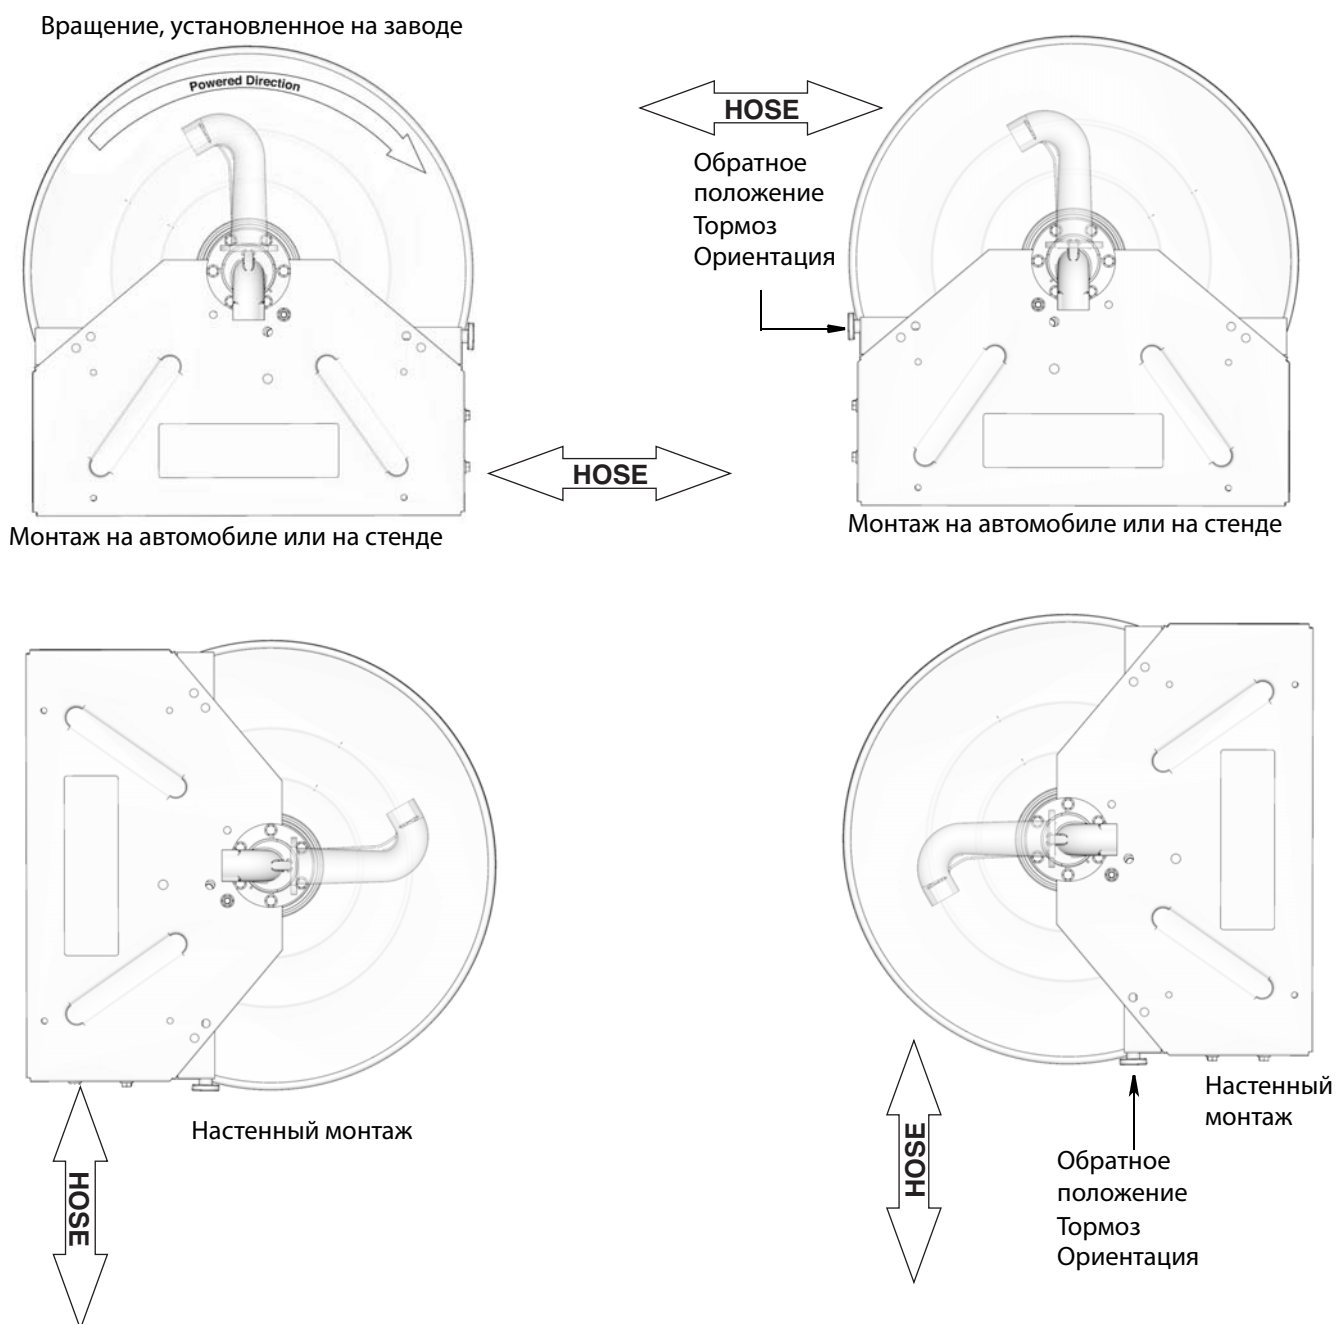
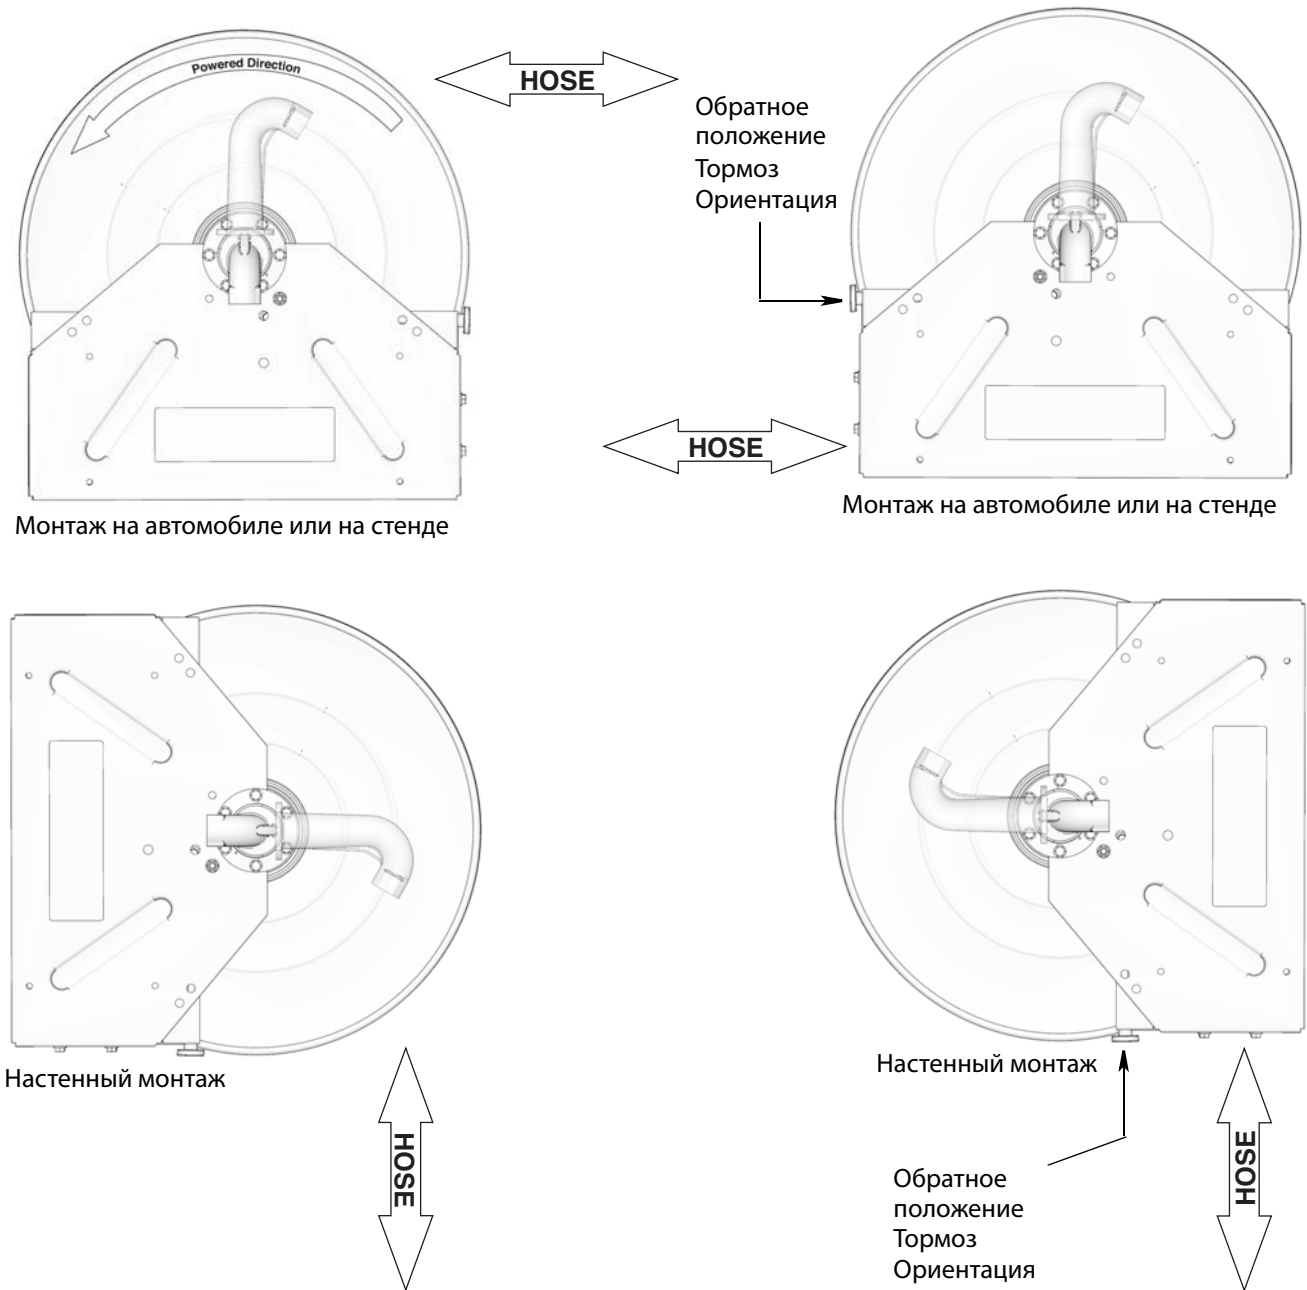

FIG. 22. Показана сторона впуска
FIG. 23. Показана сторона впуска
Ориентацию выпускного патрубка (17) и направление вращения двигателя (26) можно изменить, как показано на FIG. 22 и FIG. 23.
При конфигурации, показанной на FIG. 22, после подачи питания двигатель вращается против часовой стрелки, если смотреть с той стороны барабана, на которой установлен двигатель. Все четыре конфигурации, показанные на FIG. 22, подразумевают стандартное установленное на заводе направление вращения двигателя и стандартную ориентацию выпускного патрубка.
При конфигурации, показанной на FIG. 23, после подачи питания двигатель вращается по часовой стрелке, если смотреть с той стороны барабана, на которой установлен двигатель. Все четыре конфигурации, показанные на FIG. 23, подразумевают обратное направление вращения двигателя (26) и обратную ориентацию выпускного патрубка (17).
3. Определите правильную ориентацию выпускного патрубка (17), которая подходит для места установки. См. раздел «Ориентация выпускного патрубка и вращение двигателя», FIG. 22, стр. 29, и FIG. 23, стр. 30.